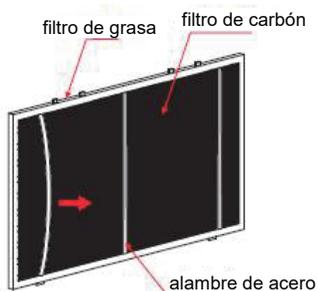

Imagen 1
2. Retire el alambre de acero con la resistencia adecuada, como se muestra en la imagen 1.